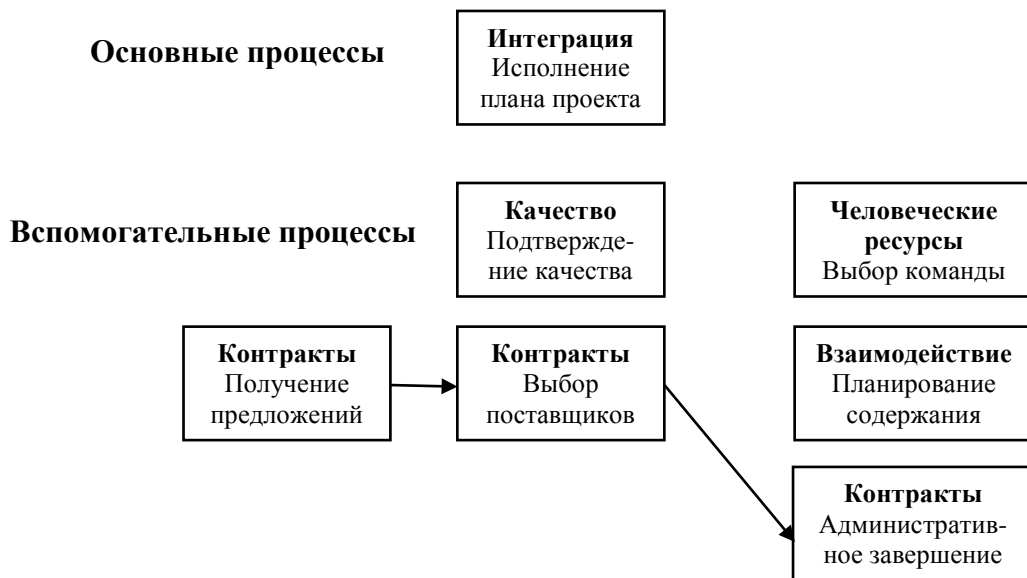

Рис. 9. Основные и вспомогательные процессы 2
Процессы исполнения (3) показаны на рис. 9. Исполнение плана проекта – есть непосредственное выполнение составляющих его операций. Вспомогательные процессы обеспечивают гарантии качества, комплектацию/распределение работ и информации, проведение совещаний о ходе работ и идентификацию изменений, развитие навыков и знаний команды, сбор предложений поставщиков, управление отношениями с поставщиками.